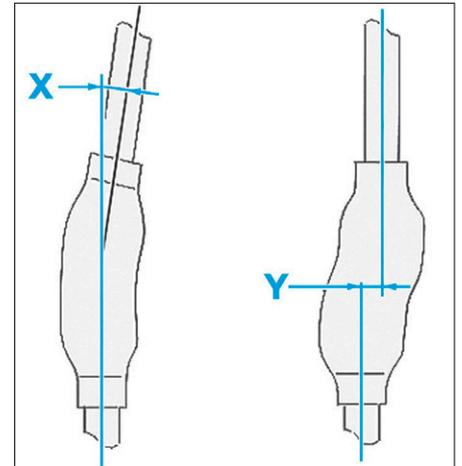

FIG. 79
Ne pas déformer le tube flexible avant de (Fig.79) : Flexible avant déposé, plus de 20° (X), 20 mm axial et 25 mm en cisaillement (Y).